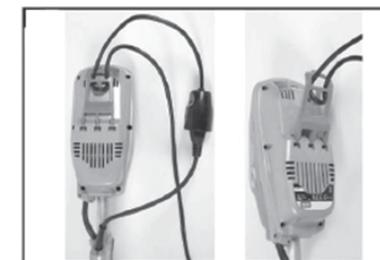

Рис. 4
2. Подключите устройство к гнезду удлинителя (рис. 4). Держитесь за устройство крепко и, не касаясь газона, нажмите кнопку на ручке. Управляйте машиной в течение нескольких секунд без кошения, чтобы отрегулировать линию резки.